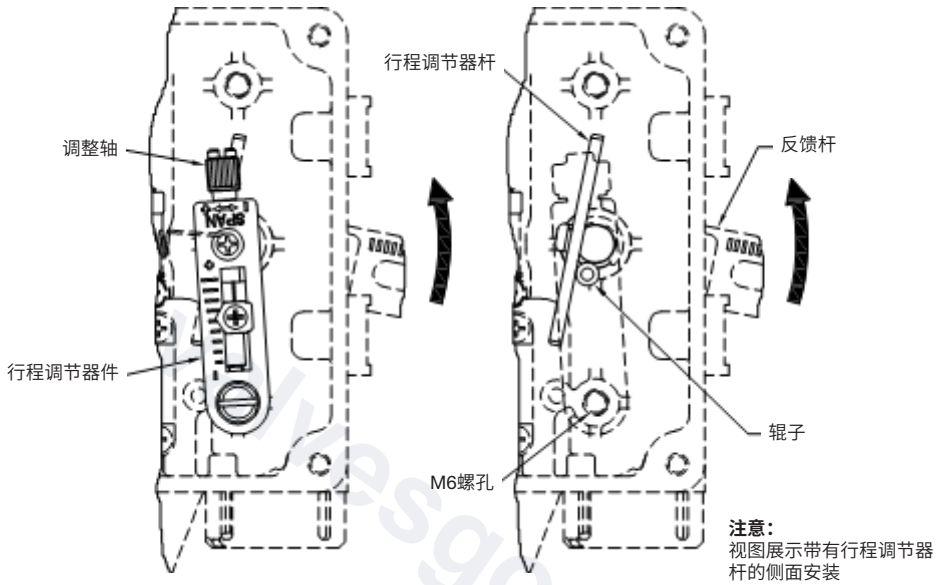

图17 行程调节器件安装 (侧面安装 = 反作用, 中间安装 = 正作用)
中间安装 - 如果在输入信号增强时执行器轴向下移动, 装配“行程调节器件”至类似下图17所示的下部M6螺孔 (反作用)。
- 中间安装** - 如果在输入信号增强时执行器轴向上移动, 装配“行程调节器件”至类似下图17所示的上部M6螺孔 (反作用)。